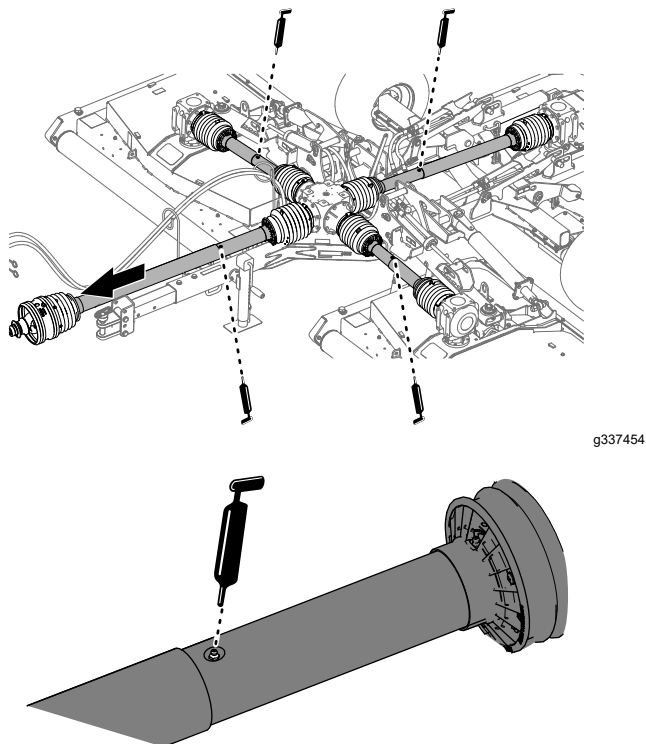

Figure 49
1. Déployez partiellement l'arbre de transmission de la PDF pour accéder au graisseur situé près du centre de la protection intérieure de l'arbre (Figure 49).
2. Appliquez de la graisse sur les 4 graisseurs des joints de l'arbre de transmission télescopique, comme montré à la Figure 49.